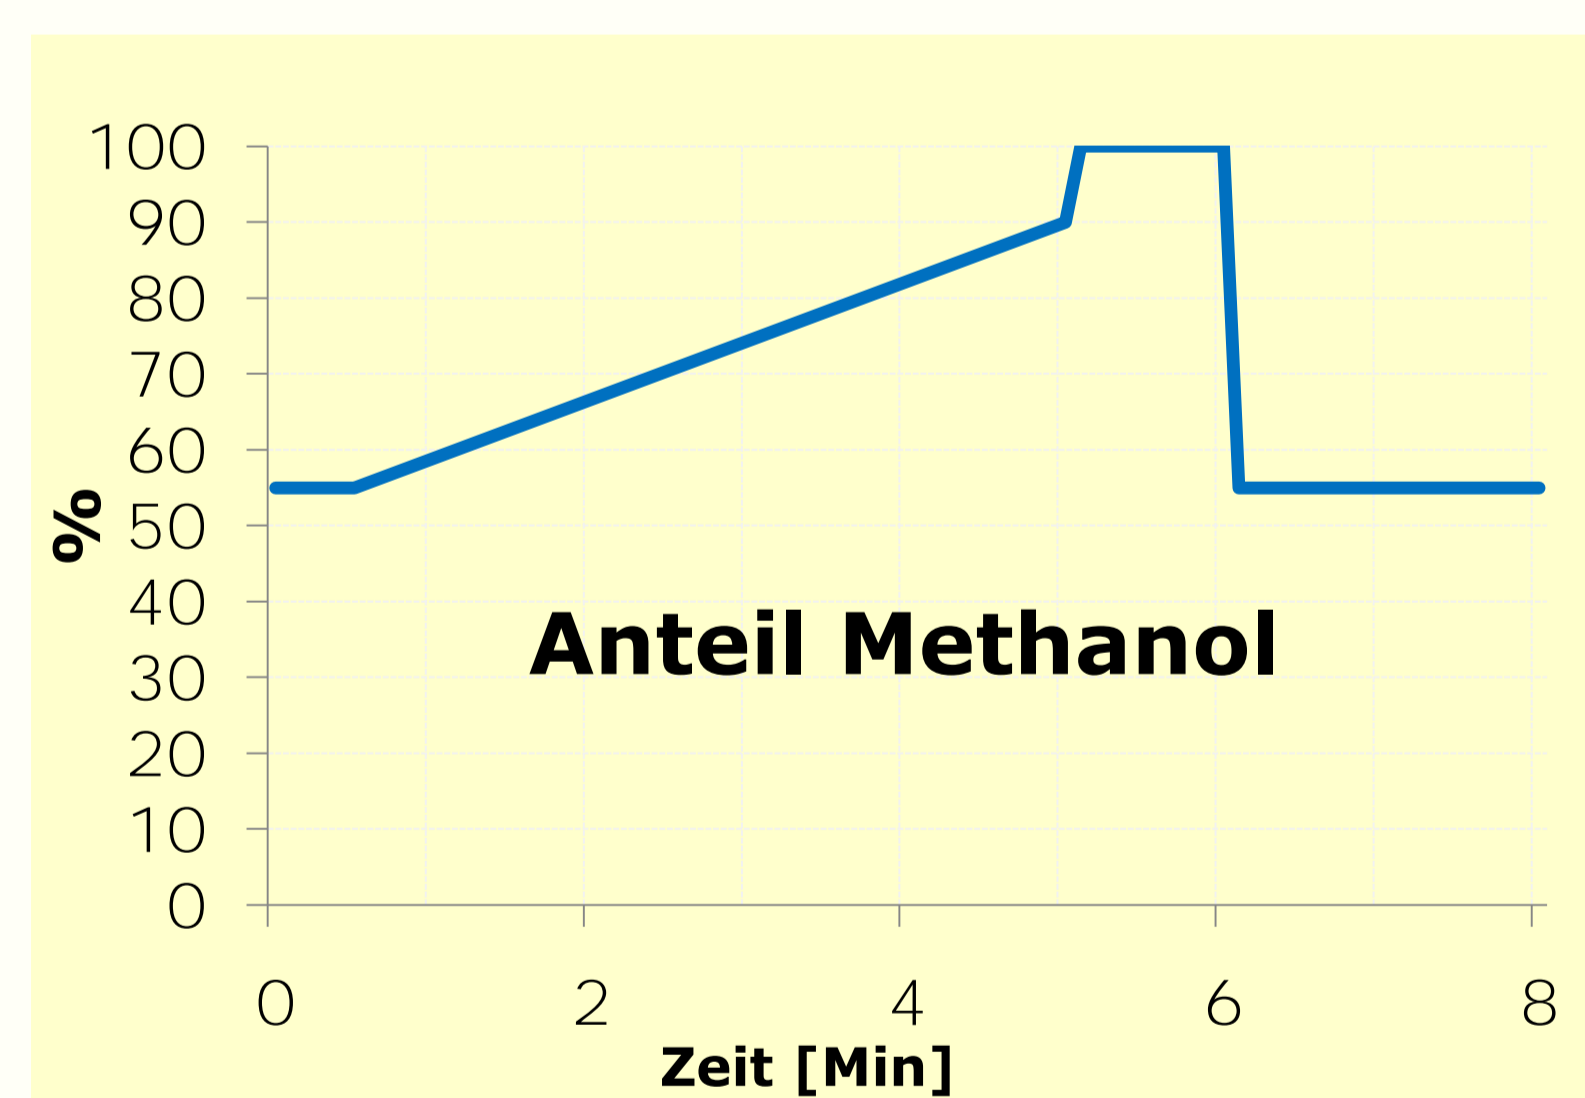

Abbildung 2: Gradientenzusammensetzung
- Gradient aus 2 mmol NH4Ac in Methanol und 2 mmol NH4Ac in H2O siehe Abbildung 2.